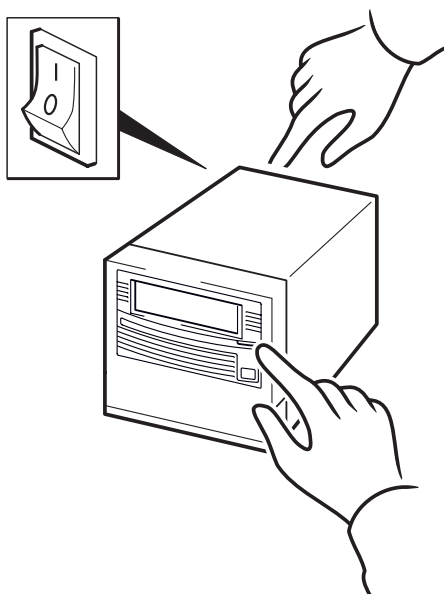

Figura 10b: utilizzo di HP OBDR, fase 2
- 2 Tenere premuto il pulsante di espulsione. Tenendo premuto il pulsante di espulsione, accendere l'unità a nastro (vedere la figura 10b). In tal modo il dispositivo all'accensione verrà impostato sulla modalità HP One-Button Disaster Recovery. Rilasciare il pulsante non appena i LED sul pannello frontale (densità dell'unità, a sinistra, e richiesta pulizia, a destra) lampeggiano nella sequenza OBDR. Si tratta di una sequenza ripetitiva di: doppio lampeggiamento-spegnimento. Il LED relativo allo stato dell'unità funziona normalmente; lampeggia quando si sposta il nastro e resta acceso fisso quando è in modalità "pronto".